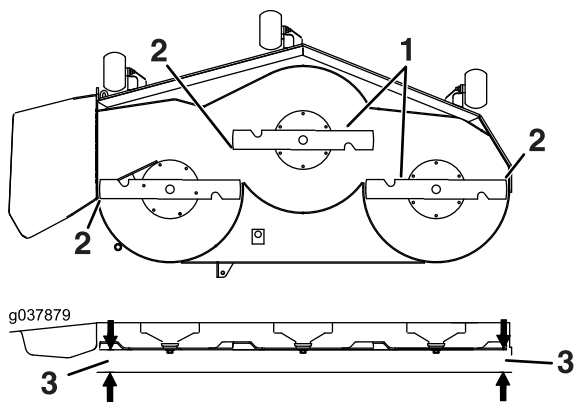

Figura 86
6. Misurate tra la punta della lama e la superficie piana (Figura 86). Se entrambe le misurazioni non rientrano nei 5 mm, regolate il livellamento; continuate la procedura.
14. Ruotate con cautela le lame da un lato all'altro (Figura 86).